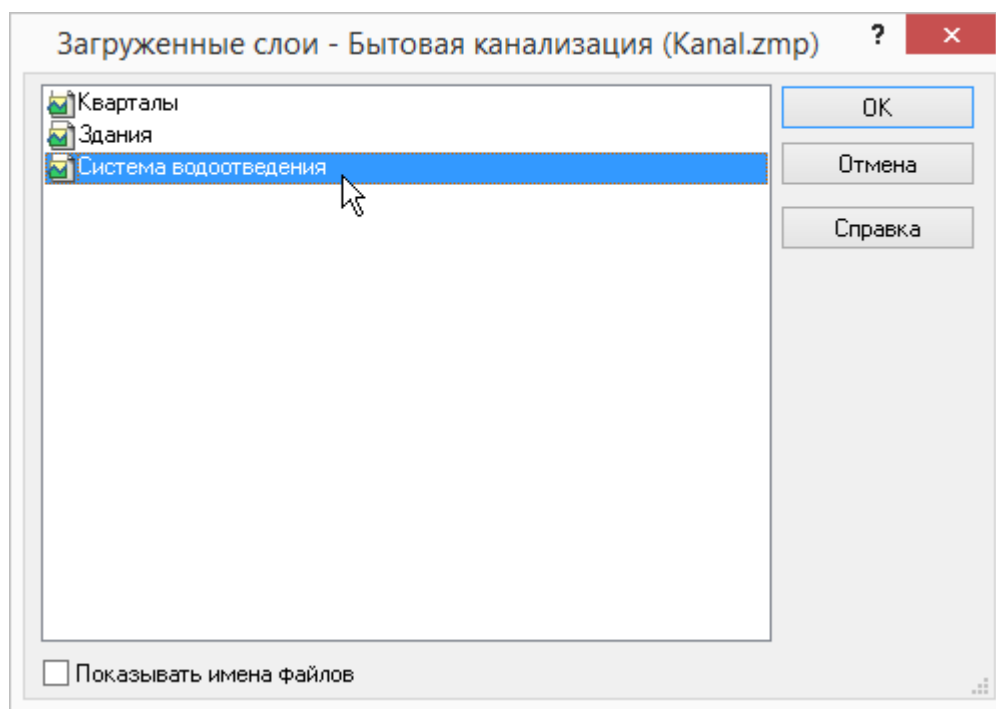

Рисунок 68. Выбор сети для расчета
4. Отметьте сеть для которой будет производиться расчет, установив флажок рядом с названием (Рисунок 68. «Выбор сети для расчета»).